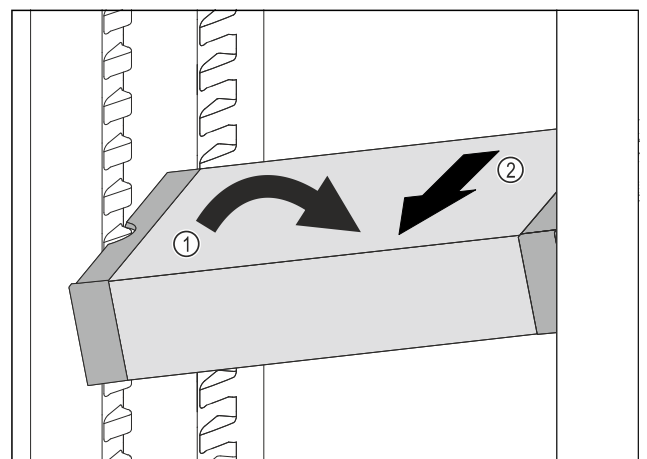

Fig. 64
- Poziționați oblic VarioSafe în frigider. *Fig. 64 (1)*
- Extrageți VarioSafe spre înainte. *Fig. 64 (2)*